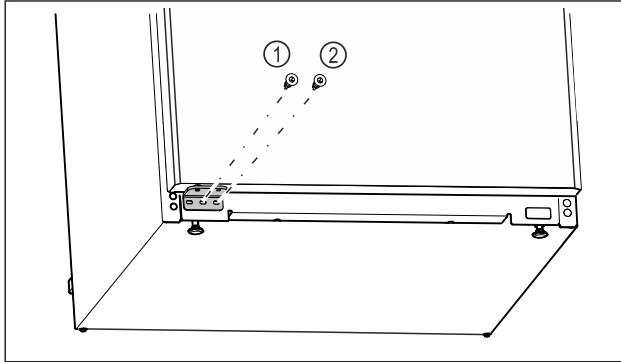

Fig. 26
- ▶ Затегнете централния винт на лагерната стойка Fig. 26 (1) с отвертка Torx 20.
- ▶ Затегнете вътрешния винт на лагерната стойка Fig. 26 (2) с отвертка Torx 20.